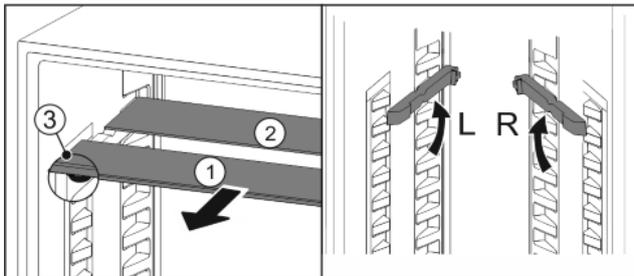

Fig. 18
- ▶ Glasplatten einzeln nach vorne herausziehen Fig. 18 (1).
- ▷ Glasplatte Fig. 18 (1) mit den Auszugsstopps liegt vorne.
- ▷ Stopps zeigen nach unten Fig. 18 (3).